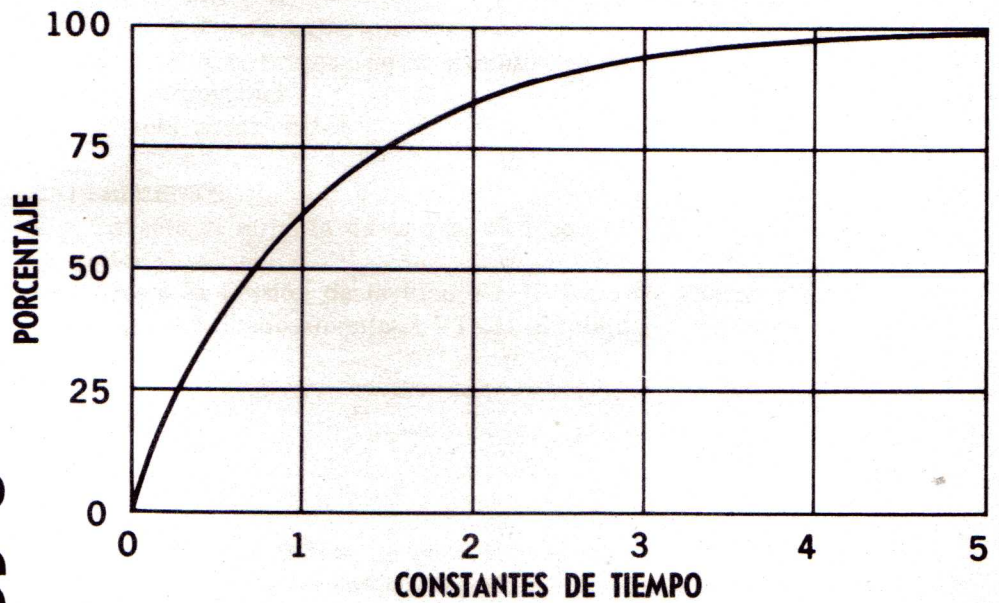

Fig. 36-5
1. En la gráfica siguiente, Fig. 36-5, la tensión de carga E_C se traza según la Carta Universal de constantes de tiempo. Trace otra curva que muestre la tensión en E_R en las terminales de la resistencia de carga.